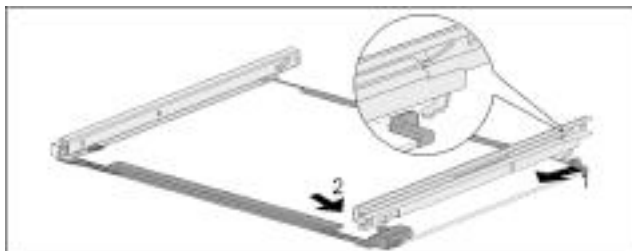

Fig. 264 Стеклопластина с направляющими
- ▶ Зацепите направляющую сзади. Fig. 264 (1)
- ▶ Защелкните направляющую спереди. Fig. 264 (2)